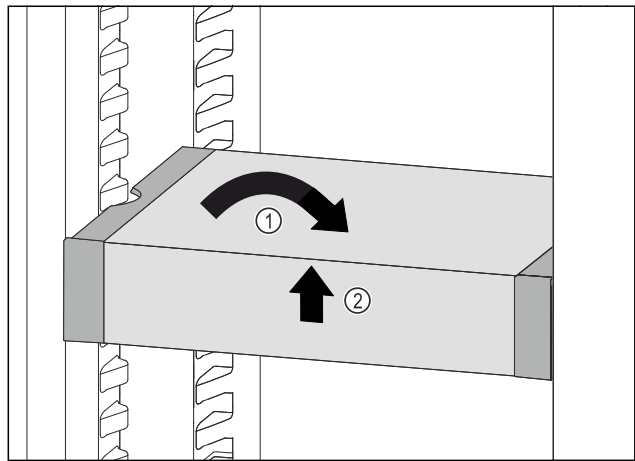

Fig. 48
- ▶ Установите VarioSafe прямо. Fig. 48 (1)
- ▶ Приподнимите VarioSafe спереди. Fig. 48 (2)